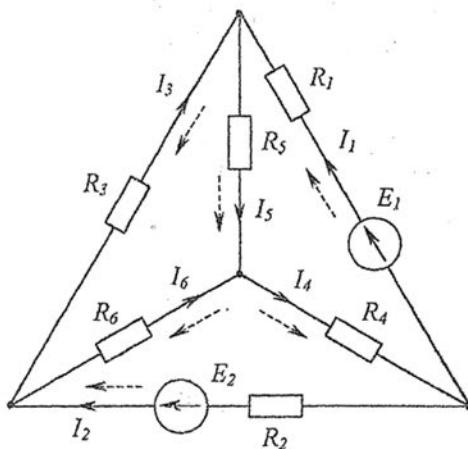

Рис. 15
3.4. Переносим токи на исходную схему (рис. 15) с учетом их истинного направления.
Показываем на схеме рис. 15 истинное направление токов I_3 , I_5 , I_6 .
Баланс мощностей для схемы рис. 15.